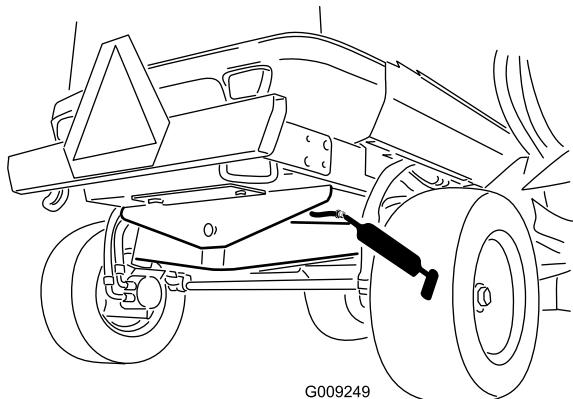

Figure 51
- Baguette de pivot d'essieu arrière (1) (Figure 51)